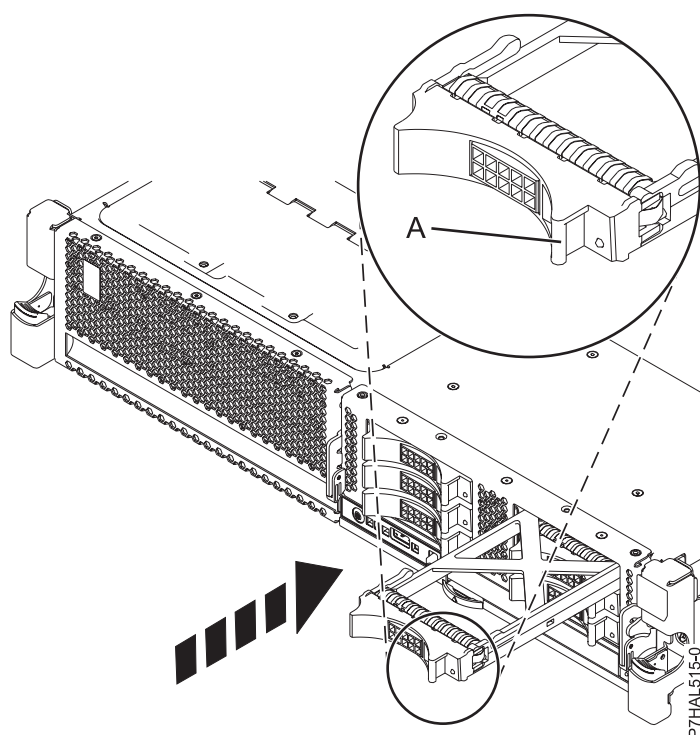

Figure 27. Installation d'un obturateur d'unité de disque
2. Faites glisser complètement l'obturateur d'unité de disque dans l'unité centrale ou l'unité d'extension, puis verrouillez-le dans son emplacement en poussant la poignée (A), comme indiqué dans la figure 27.